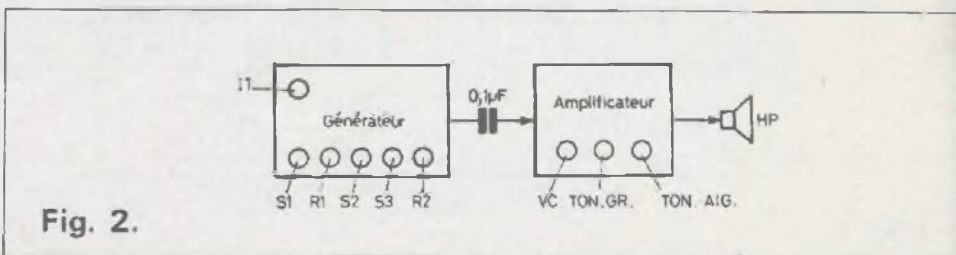

Fig. 2.
Dans le premier cas, le plus économique si l'on possède un amplificateur BF, on entendra un son dont la hauteur se réglera avec S_1 (gamme) et R_1 et le timbre avec S_3 et C_2 (voir fig. 2). Ne pas oublier de mettre S_2 en position « TR. INT ». Si l'on n'a nullement l'intention d'utiliser une source extérieure de signaux, on pourra supprimer S_2 et relier C_3 directement au point (3) de sortie de CI-1.